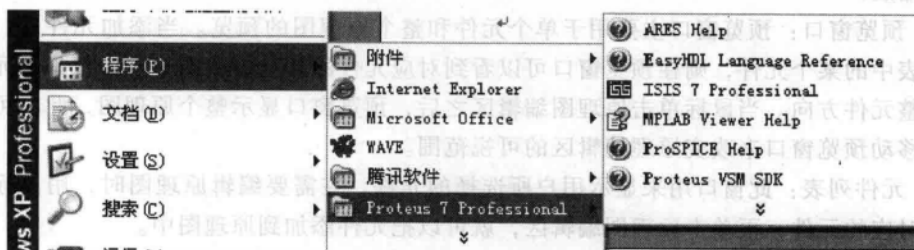

图 1-10 Proteus 7 Professional 打开菜单
(1) 打开 ISIS Professional 的编辑界面 在桌面上选择【开始】→【程序】→Proteus 7 Professional，单击蓝色图标 ISIS Professional 打开应用程序，如图 1-10 所示。